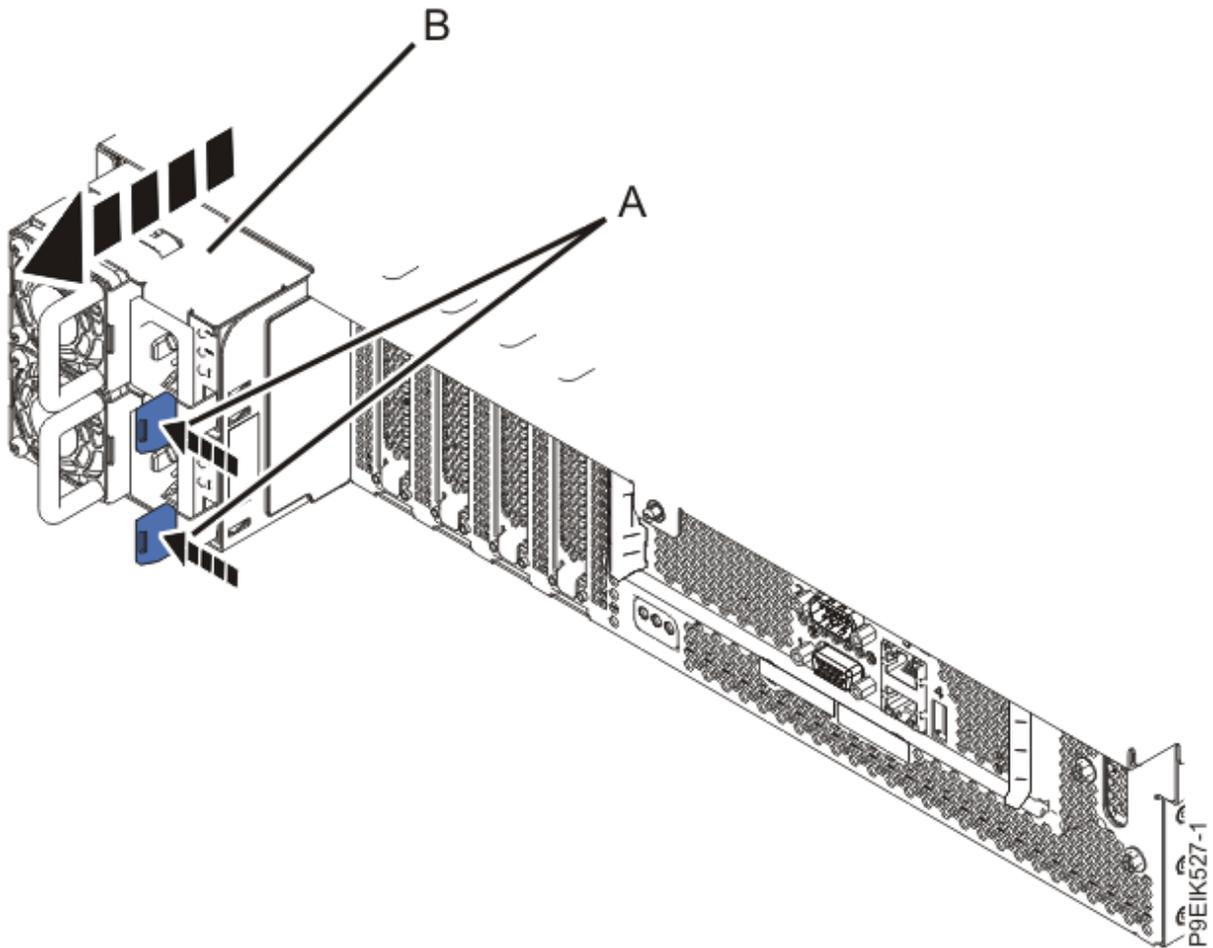

Figure 113. Retrait des blocs d'alimentation du système
9. Retirez les blocs d'alimentation du système comme illustré dans la Figure 113, à la page 145.